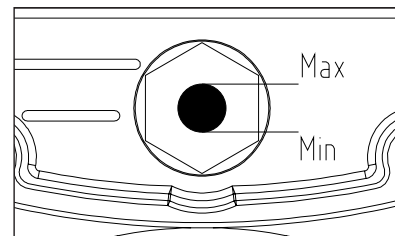

Рис. 3
7. Замените при необходимости транспортную пластиковую пробку на крышке картера сапуном, если он не был установлен. Проверьте уровень масла по меткам на окне маслоуказателя картера (Рис. 3), уровень масла должен быть не ниже среднего положения в контрольном окне картера.
окне картера (Рис. 3). При необходимости доливайте масло (марка масла должна соответствовать марке масла, залитого в компрессор). После первых 50 часов работы или при изменении цвета масла (побеление – присутствие воды, потемнение – сильный перегрев) рекомендуется заменить его. Для замены масла нужно отвинтить сливную пробку на крышке картера, слить все масло из картера и вновь закрутить пробку. Не допускайте утечек масла из соединений и попадания масла на наружные поверхности компрессора.